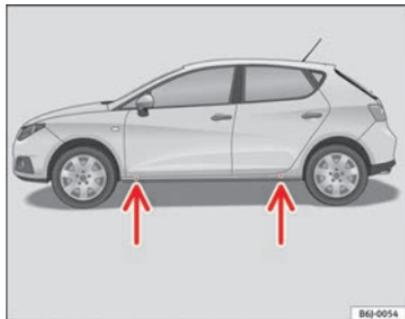

Fig. 149 Pontos de recepção do macaco
- Procure na longarina inferior o ponto de apoio mais próximo do pneu furado ⇒ Fig. 149.
Na longarina inferior estão assinalados os pontos em que o macaco pode ser aplicado ⇒ Fig. 149. Só existe um local previsto para cada pneu. O macaco não deve ser aplicado noutros pontos.